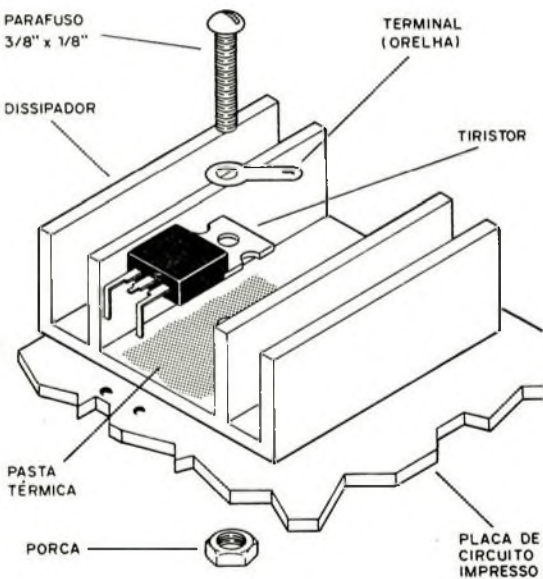

figura 5
- O terminal central de cada tiristor (terminal T2) deve ser cortado rente ao corpo do semiconductor, o qual é fixado conforme mostra a figura 5.